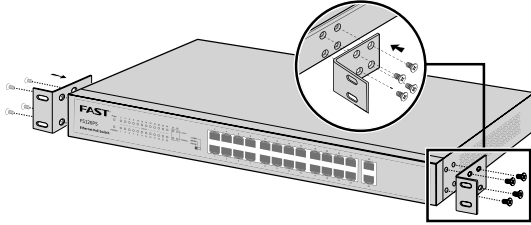

图3-2 交换机L型支架
2. 使用配件中提供的螺钉将两个L型支架分别固定安装在交换机面板的两侧，如图3.2所示。